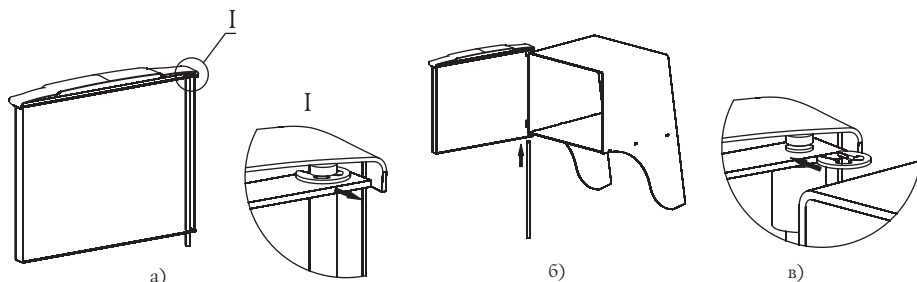

Рисунок 6. Установка дверцы при монтаже печи.
- Извлеките ось из дверцы, предварительно сняв упорную быстросъемную шайбу, рисунок 6.а;
- Вставьте ось через отверстия снизу вверх, с расположением канавки под шайбу в верхней части оси, рисунок 6.б;